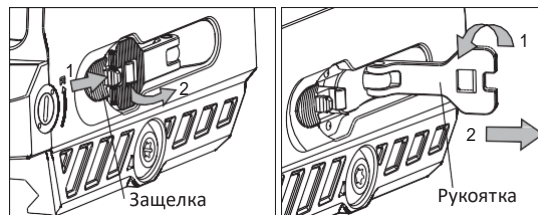

Рис. 4
3. Доступ к батарейке (Рис. 4)